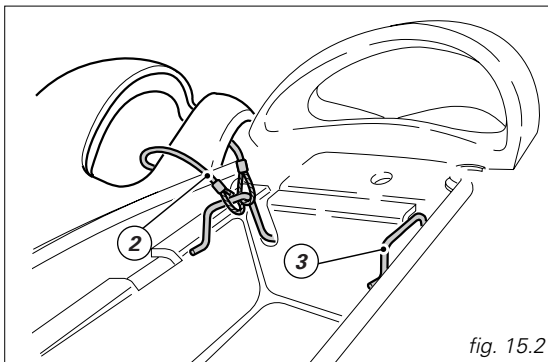

fig. 15.2
Introduisez la clé dans la serrure (4) et tournez-la dans le sens des aiguilles d'une montre de presque 1/4 de tour jusqu'au levage de la partie arrière de la selle. Sortez la selle de ses arrêtoirs (1) avant en la tirant à l'arrière. A la partie arrière du dégagement au-dessous de la selle vous trouverez le lacet de fixation du casque (2) (voir page 40). Faites passer le lacet dans le casque et introduisez l'extrémité du lacet dans l'un des deux crochets (3). Laissez pendre le casque à l'extérieur (fig. 15.2) et remontez la selle pour le fixer.